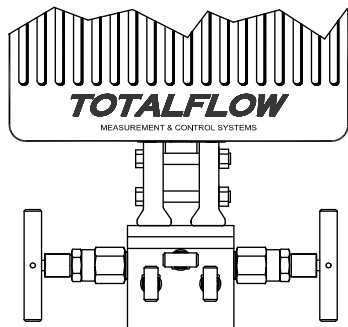

Abbildung 3 (Typischer Aufbau mit Verteilerbefestigung)
5. Befestigen Sie den Verteiler unten am Instrument. Der rechte Anschluss ist **NORMALERWEISE** die Hochdruckseite (entgegen der Strömungsrichtung). Prüfen Sie die AMU-Modellnummer, um festzustellen, ob er für den Durchfluss von links nach rechts (4CYC) oder von rechts nach links (4AYC) geeignet ist. Sie können auch am Wandler nach (H oder +) für die Hochdruckseite bzw. nach (L oder -) für die Niederdruckseite suchen. Bei direkt angebrachten Verteilern ist die Richtung sehr wichtig. (Eine typische Verteilerkonfiguration können Sie der Abbildung 3 entnehmen.)